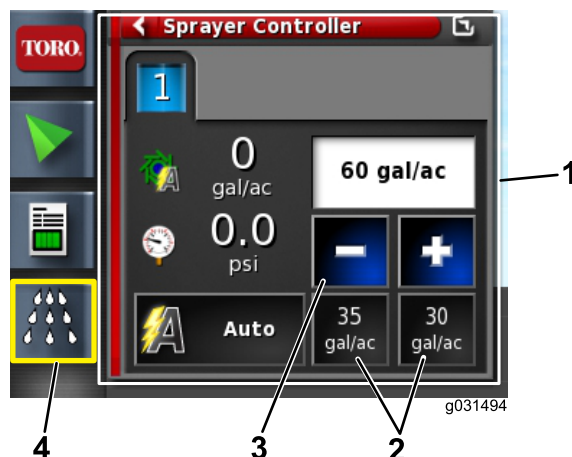

Figure 67
4. Si le débit sélectionné n'est pas le bon, modifiez-le progressivement avec les débits prédéfinis ou sélectionnez le débit actuel et entrez le débit d'application manuellement (Figure 67).